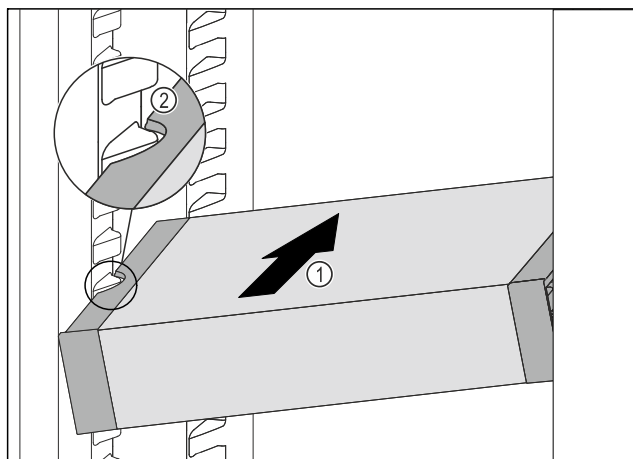

Fig. 200
- ▶ A VarioSafe fiókot ferdén tolja be a hűtőrészbe Fig. 200 (1) annyira, hogy a VarioSafe oldalsó kivágásai Fig. 200 (2) a hűtőrészben a tartóborda magasságában legyenek.